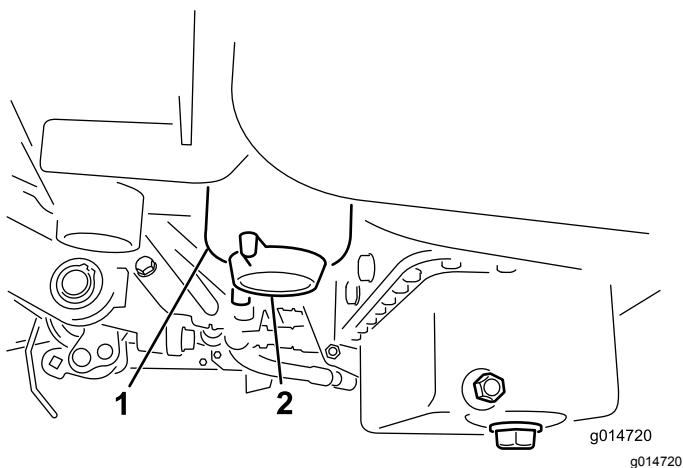

Bild 43
2. Reinigen Sie den Anbaubereich der Filterglocke (Bild 43).
4. Öffnen Sie die Filterablässschraube (Bild 43).